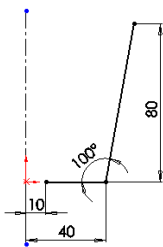
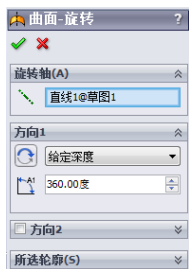
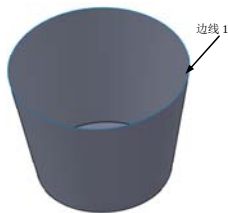
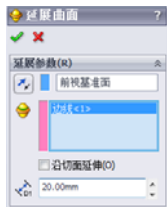

图 6-55 标注的草图
图 6-56 [曲面-旋转] 属性管理器
图 6-57 花盆盆体
图 6-58 [曲面-延展] 属性管理器
**3** 标注尺寸。选择菜单栏中的[工具]→[标注尺寸]→[智能尺寸]命令,标注上一步绘制的草图,结果如图 6-55 所示。
**4** 旋转曲面。选择菜单栏中的[插入]→[曲面]→[旋转曲面]命令,或者单击[曲面]工具栏中的[旋转曲面]图标按钮,此时系统弹出如图 6-56 所示的[曲面-旋转]属性管理器。在[旋转轴]一栏中,用鼠标选择图 6-55 中的竖直中心线,其他设置参考图 6-56。单击属性管理器中的[确定]按钮,完成曲面旋转。结果如图 6-57 所示。
**2** 设置延展曲面属性管理器。在属性管理器的[延展方向参考]一栏中,用鼠标选择[FeatureManager 设计树]中的[前视基准面];在[要延展的边线]一栏中,用鼠标选择图 6-57 中的边线 1,此时属性管理器如图 6-58 所示。在设置过程中注意延展曲面的方向,如图 6-59 所示。